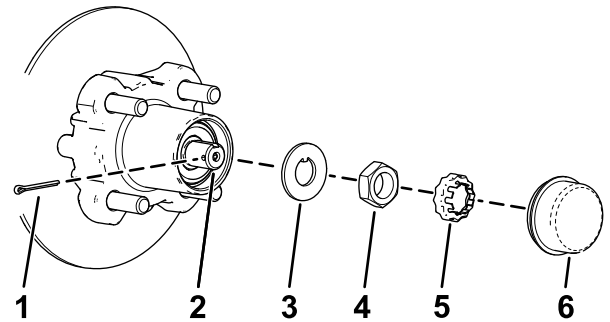

Bild 29
4. Nehmen Sie den Staubdeckel von der Radnabe ab (Bild 29).
5. Nehmen Sie den Splint und die Mutterbefestigung von der Spindel und der Spindelmutter ab (Bild 29).
6. Nehmen Sie die Spindelmutter von der Spindel ab und trennen die Radnabe und den Drehzylinder von der Spindel ab (Bild 29 und Bild 30).